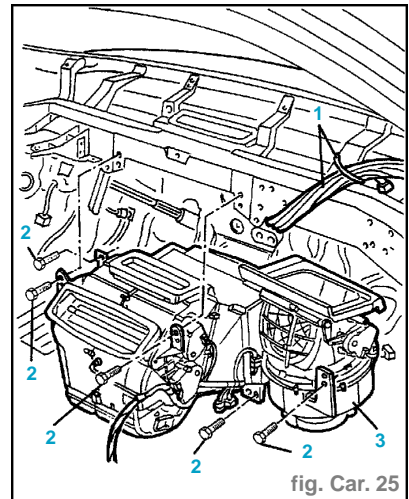

fig. Car. 25
- Enlever l'étrier central (2).
- Dévisser les vis de fixation de l'étrier porte centrale services intégrés et relais (3).
- Déplacer l'étrier (4).
- Déplacer et fixer temporairement les câblages (1) (fig. Car. 25).
- Dévisser les vis de fixation du boîtier conditionneur (2).
- Enlever le boîtier conditionneur complet de câblage (3).